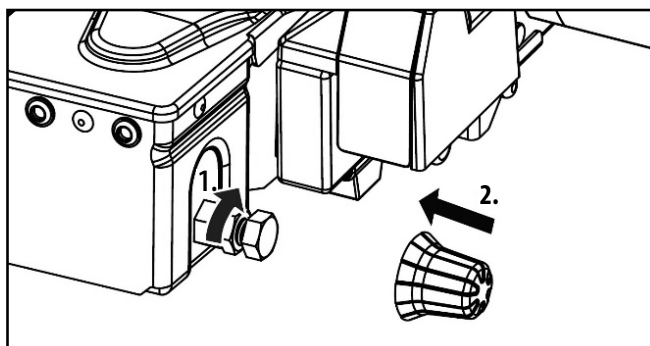

Figure 16: Réglage de la fermeture rapide
- Serrez le contre-écrou (figure 16)..